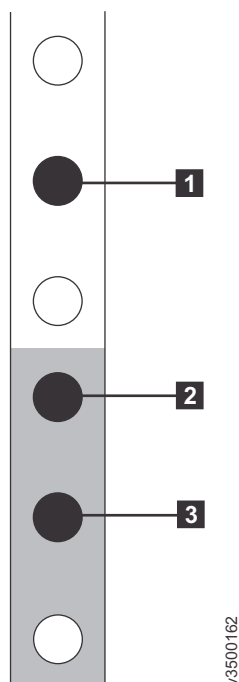

Figure 34. Emplacement des trous sur l'avant de l'armoire
4. A partir de l'avant de l'armoire, identifiez les deux espaces d'armoire (2U) où vous souhaitez installer les glissières de support. La figure 34, à la page 34 affiche deux unités d'armoire avec les trous de montage avant identifiés.